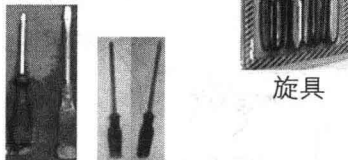

图 1-2 常用电工旋具
① 旋具种类 也叫改锥或起子，是用来拧紧或拆卸各种螺钉的工具。按照旋具头部形状不同可分为一字形、十字形两种，如图 1-2 所示。